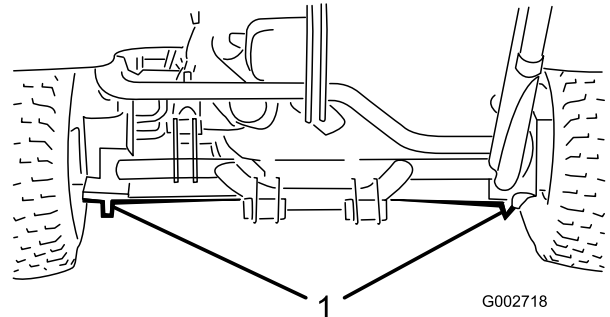

Figura 17
- Lado esquerdo ou direito debaixo do motor de roda traseira ou da estrutura (Figura 17).